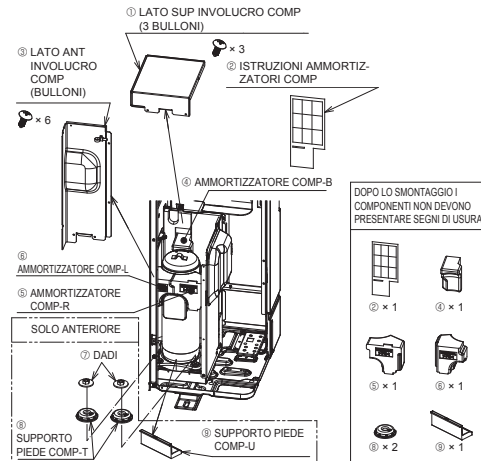

Fig. 4-1
- Prima di mettere in funzione l'unità, assicurarsi di scoprire il LATO SUP INVOLUCRO COMP e rimuovere i componenti fissi del COMP (Fig. 4-1).